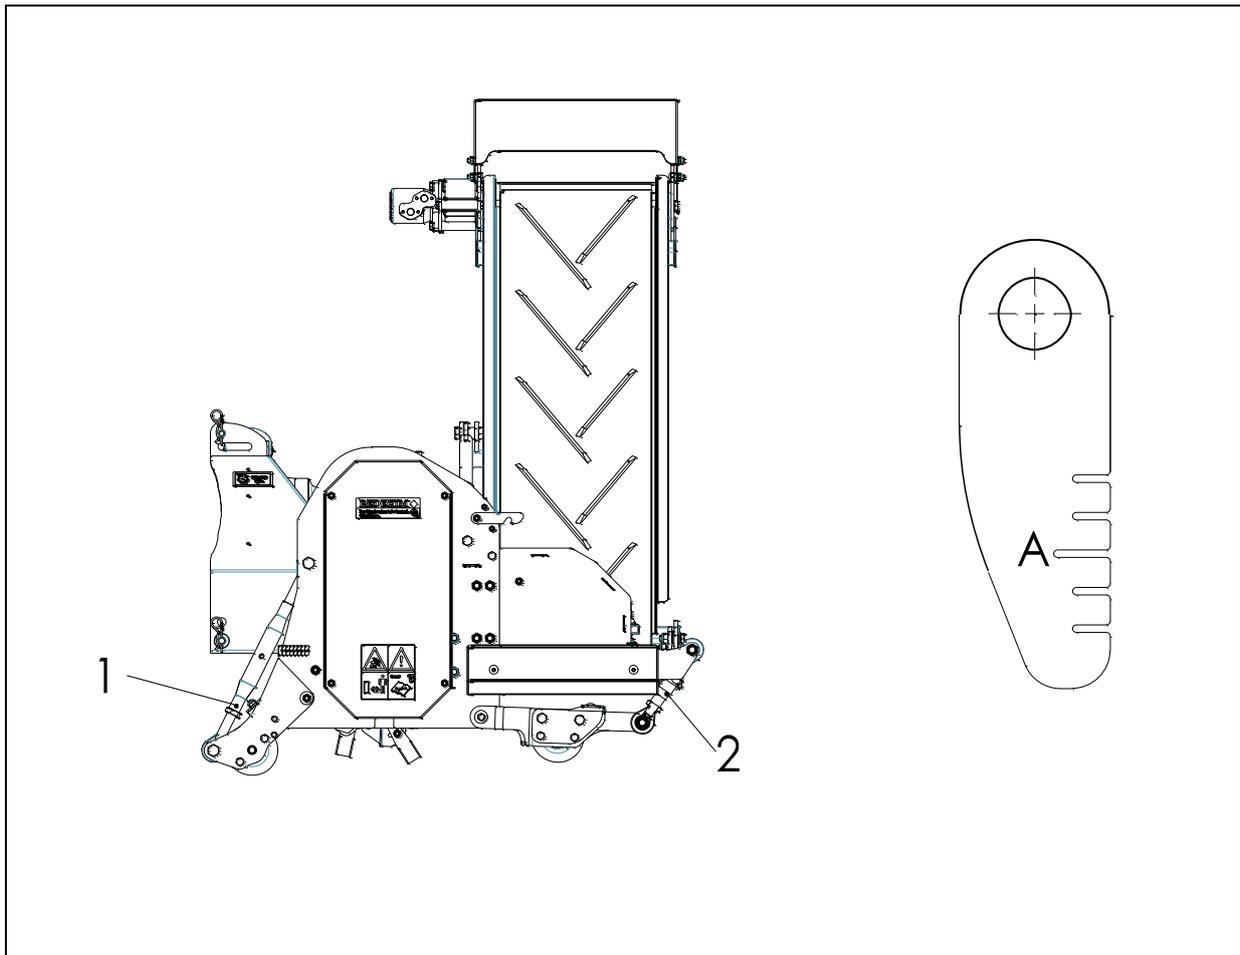

Abb.11
1. Stellen Sie die hintersten Achsen 2 auf die richtige Position (A) ein, indem Sie hierfür den Indikator (siehe Abb. 11) verwenden und blockieren Sie diesen, indem Sie die Sicherungsmutter anziehen.